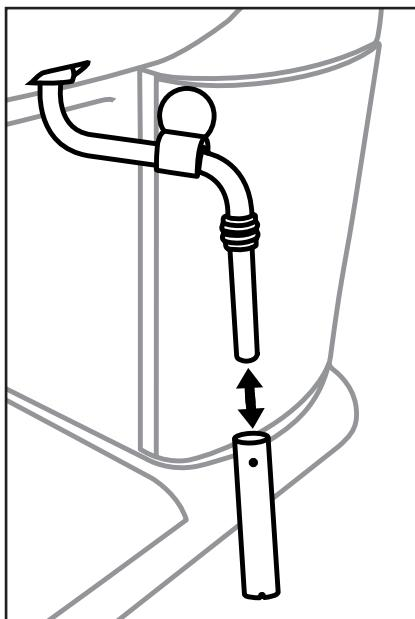

Figure 1
- 1) Tenez un récipient vide sous le mousseur à lait ⑩.
- 2) Juste après utilisation, tournez le régulateur de vapeur ⑦ sur « + » et laissez s'échapper la vapeur quelques secondes.
- 3) Fermez le régulateur de vapeur ⑦ (tournez jusqu'à la butée dans le sens « - »), arrêtez l'appareil et débranchez la fiche secteur.
- 5) Retirez la gaine du mousseur à lait ⑩ (figure 1) et la nettoyer soigneusement à l'eau chaude.
- 7) Glissez à nouveau la gaine sur la buse (figure 1).